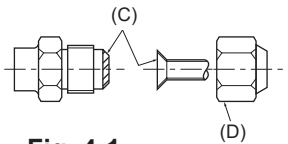

Fig. 4-1
(A) (Fig. 4-1)
(B) (Fig. 4-1)
### 4.2. Anslutningsrör (Fig. 4-1)